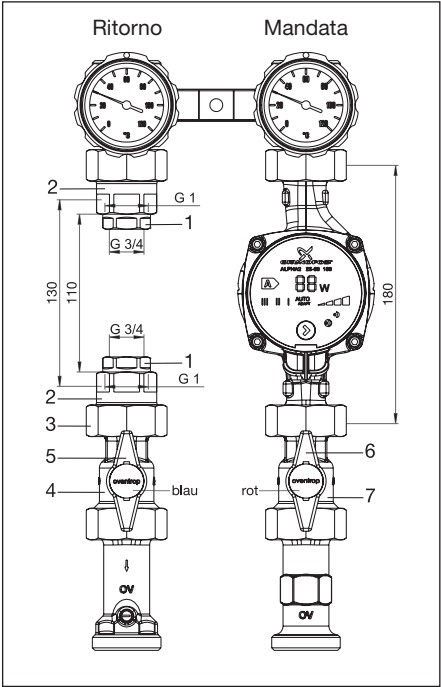

Fig. 5.1 Set installazione contacalorie per “Regumat S-180” DN25 con valvola a sfera prima della pompa (2015)
- Avvitare gli attacchi G  $\frac{3}{4}$  fil.F (1) delle riduzioni G  $\frac{3}{4}$  x G 1 al contacalorie, con le guarnizioni annesse.
- Avvitare gli attacchi G 1 fil.F (2) delle riduzioni G 1 x G 1, con le guarnizioni annesse, alle riduzioni precedentemente fissate (1).
- Rimuovere la valvola a sfera esistente (4) dalla tubazione di mandata e installarla sulla tubazione di ritorno.
- Avvitare il contacalorie sulla tubazione di ritorno, con le guarnizioni e calotte in dotazione (3).
- Installare la valvola a sfera con pozzetto per sonda di temperatura (7) sulla tubazione di mandata (Attenzione: A seconda del modello del sensore di temperatura, la posizione della valvola a sfera può essere scelta diversamente (vd Fig. 5.1 e 5.2). Sostituire i volantini (5, 6) con i tappi blu e rosso.
L'installazione di un contacalorie con interasse di 130 mm è identica a quella del contacalorie con interasse di 110 mm, solo non sono necessarie le riduzioni G  $\frac{3}{4}$  x G 1 (1) e rispettive guarnizioni (vd Fig. 5.1 e 5.2).